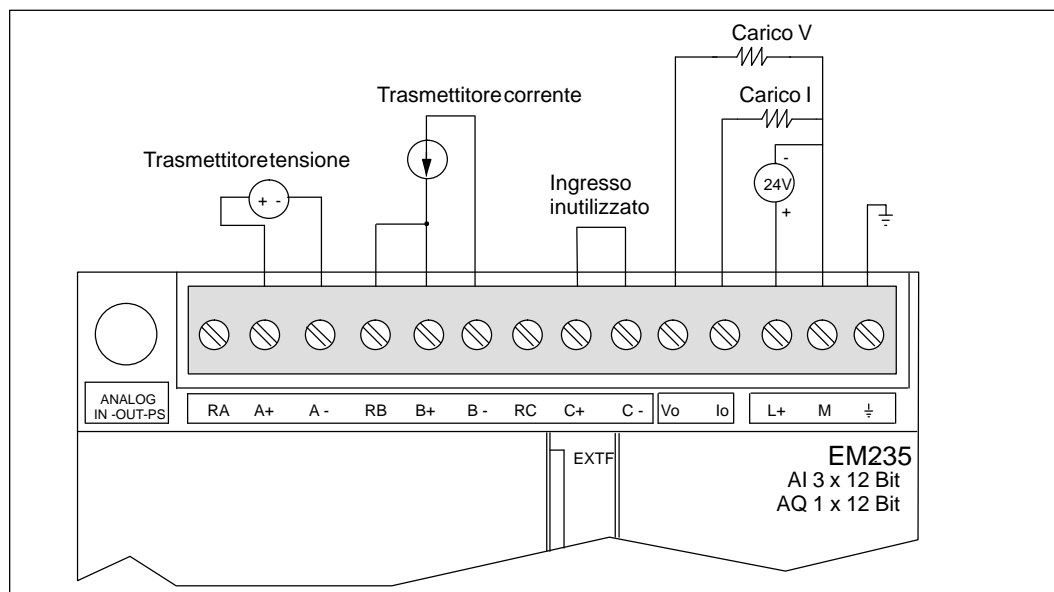

Figura A-41 Identificazione dei collegamenti per l'unità di ampliamento EM235, 3 ingressi analogici AI e 1 uscita analogica AQ x 12 bit
- Superare gli ingressi dei canali inutilizzati, come illustrato alla figura A-41.